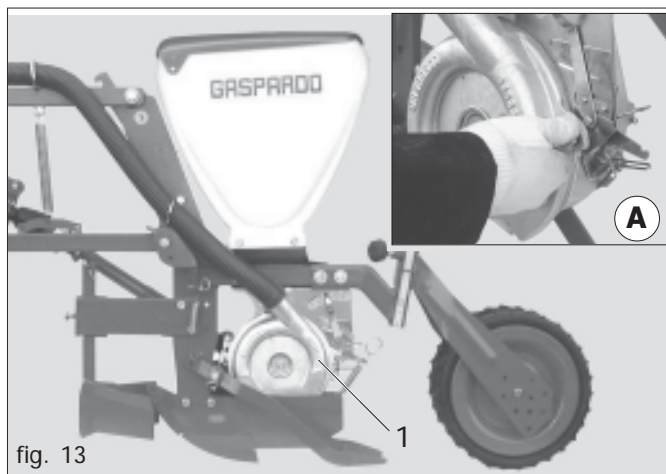

fig. 13
In die Säapparate (1 Abb. 13) wird eine Scheibe montiert (1 Abb. 14), die je nach Samengröße (der Samen darf nicht in das Loch gehen) gewählt wird. Die Samen, die durch Ansaugung die Scheibenlöcher verstopfen, werden dann auf dem Acker verteilt. Die Sämaschine wird dem Kunden mit einem Scheibenset geliefert. Folgende Scheibenserien können vom Hersteller an den Kunden geliefert werden (Siehe auf Seite 75).
- Die Flügelmutter zum Deckelverschluss nur mit den Händen anziehen (A Abb. 13).
- 4) Die Flügelmutter aufschrauben und entfernen (A Abb. 13);